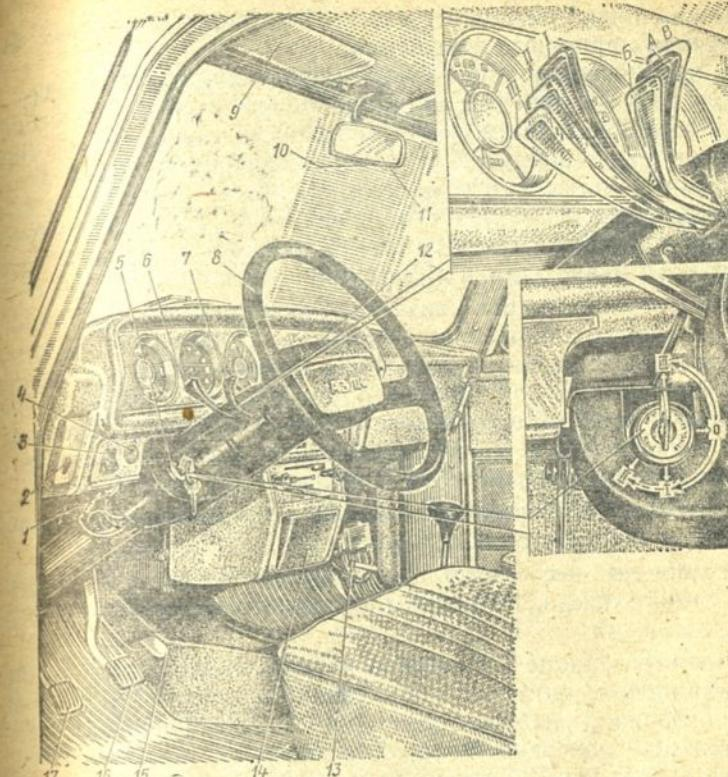
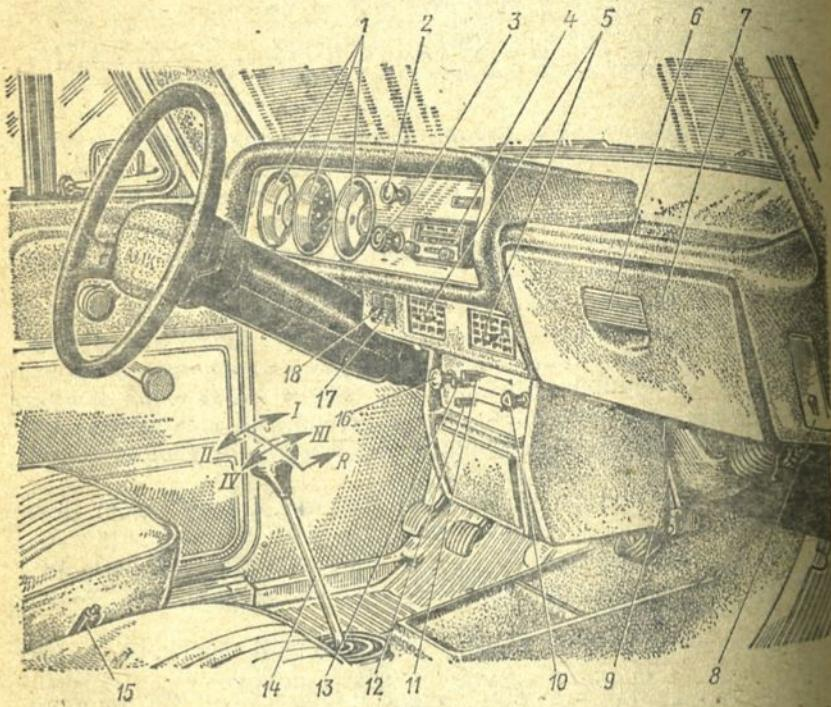

Рис. 19. Органы управления и оборудование места водителя (левая сторона):
Рис. 21. Органы управления и оборудование места водителя (правая сторона):
Для очистки стекла ветрового окна, руководствуясь указаниями, приведенными для пользования ручкой комбинированного выключателя 3 (см. рис. 21), включите стеклоомыватель и удерживайте нажатой ручку 3 выключателя до тех пор, пока не очистится стекло, но не более 10 с.
Перед эксплуатацией автомобиля в зимнее время сливайте воду из системы питания омывателя стекла, для чего выньте из кронштейна бачок и вылейте из него воду. Затем нажмите на ручку 3 выключателя (см. рис. 21) и отпустите. После того как вода перестанет вытекать из отверстий распылителей жиклеров, установите бачок на место.
1. Через сопла обдува ветрового окна. При этом крышка вентиляционного люка кузова, находящегося перед стеклом ветрового окна, должна быть открыта, для чего рычаг 12 (см. рис. 21) должен быть перемещен в прорези кулисы в крайнее правое положение (отмеченное двумя треугольниками красного цвета).
клавишу 3 (см. рис. 19) переключателя в требуемое положение, а затем откройте заслонки 9 (см. рис. 21). Избыточное давление, создаваемое при этом, будет препятствовать попаданию пыли в салон.
Обдув стекла ветрового окна. Для предупреждения запотевания или обмерзания стекла ветрового окна используйте обдув стекла холодным или подогретым воздухом. При необходимости интенсивного обдува стекла закройте заслонки 9 (см. рис. 21) и в зависимости от скорости движения автомобиля включите вентилятор отопителя с требуемой скоростью вращения крыльчатки.
3. Включите переключателем 3 (см. рис. 19) электродвигатель вентилятора отопителя.
4. Откройте заслонки 9 (см. рис. 21) корпуса отопителя. Напор воздуха, проходящего через теплообменник, может быть различным. Если открыта крышка вентиляционного люка, но вентилятор отопителя не включен, то напор воздуха будет зависеть от величины открытия крышки и от скорости движения автомобиля (скоростного напора). Если при открытой крышке включен еще и вентилятор, то напор воздуха в основном создается и определяется частотой вращения крыльчатки вентилятора. Вентилятор отопителя создает осевой напор воздуха, который
Расположение органов управления и контрольно-измерительных приборов показано на рис. 19—22.
Выключатель замок 5 (рис. 19) зажигания и стартера скомбинирован с противоугонным устройством. Ключ в выключателе (замке) зажигания может быть установлен в одно из следующих фиксируемых положений:
та возможно лишь при заранее нажатой клавише 17 (см. рис. 21) выключателя наружного освещения.
Ручка 2 (рис. 21) переключателя режимов электрообогрева стекла заднего окна ползункового типа, трехпозиционная. Ручку переключателя можно установить в одно из следующих фиксируемых положений:
1) вдвинуть до упора в гайку крепления переключателя — включены элемент обогрева стекла и сигнальная лампа 4 (см. рис. 19);
Ручка 3 (рис. 21) комбинированного выключателя предназначена для управления работой стеклоочистителя и омывателя стекла ветрового окна. Ручка выключателя допускает вращательное движение и независимо от него линейное (осевое) перемещение. Вращательное движение ручки предназначено для включения электродвигателя стеклоочистителя, а линейное — включения электродвигателя насоса омывателя стекла.
Пепельница с прикуривателем 14 (см. рис. 19) расположена в гнезде травмобезопасного кожуха отопителя салона кузова.
При нажатии клавиши 17 (см. рис. 21) выключателя наружного освещения специальная лампа через кольцевой светофильтр оранжевого цвета 2 (рис. 22) освещает гнездо прикуривателя.
Рычаг 14 (см. рис. 21) переключателя передач устанавливают в одно из показанных на рисунке положений. Схема положений рычага для включения передач переднего (I—IV) и заднего (R) ходов нанесена на непосредственно на головке рычага. При перемещении рычага вправо от нейтрального положения для последующего включения передачи заднего хода требуется преодолеть сопротивление пружины специального упора. Этот упор предохраняет от случайного включения заднего хода при движении автомобиля вперед. При включении передачи заднего хода автоматически включается сигнальный фонарь цвета хода, освещдающий дорогу в непосредственной близости от автомобиля.